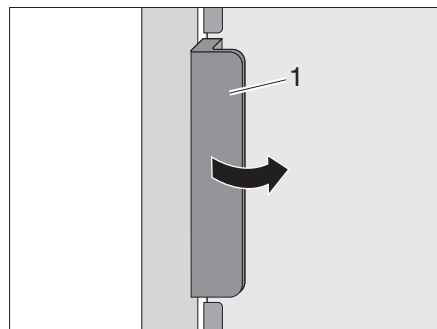
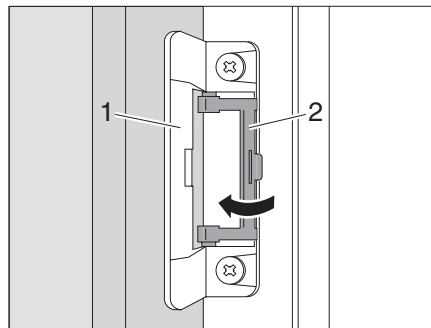

Fig. 90 Aprire la porta del frigorifero
Fig. 91 Arrestare la posizione di ricircolo d'aria
- ▶ Aprire la porta del frigorifero tirando la maniglia (Fig. 90,1). Il bloccaggio (Fig. 91,1) si sblocca automaticamente.
- ▶ Aprire l'arresto (Fig. 91,2).